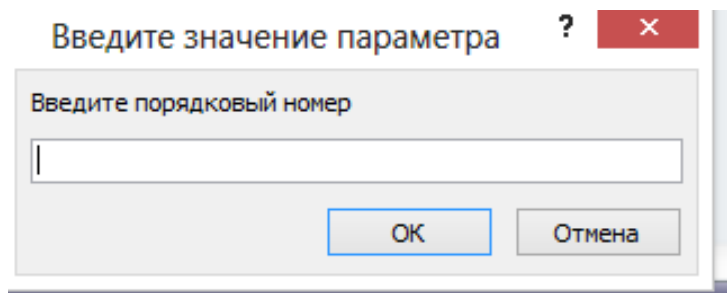

Рисунок 65 – Диалоговое окно *Введите значения параметра*
4. Запустите запрос на выполнение меню: *Конструктор* → *Результаты* → *Выполнить*, при этом появится диалоговое окно с приглашением ввести значение параметра (рисунок 65).